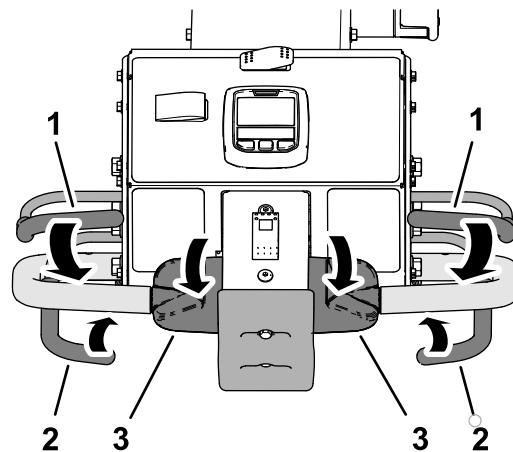

Figure 37
- Serrez l'une des barres de présence de l'utilisateur contre la poignée du timon, tournez le haut de la commande de déplacement vers l'avant, puis serrez la barre de commande d'aération (Figure 37).